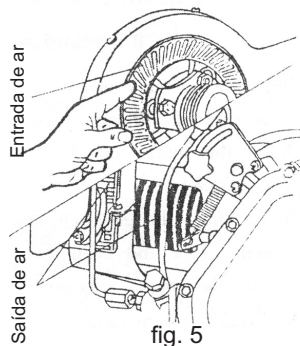

fig. 5
4. Manter limpa a entrada e saída de ar da ventoinha e suas pás. Limpe a sujeira e poeira diariamente antes de ligar o motor. (fig. 5)